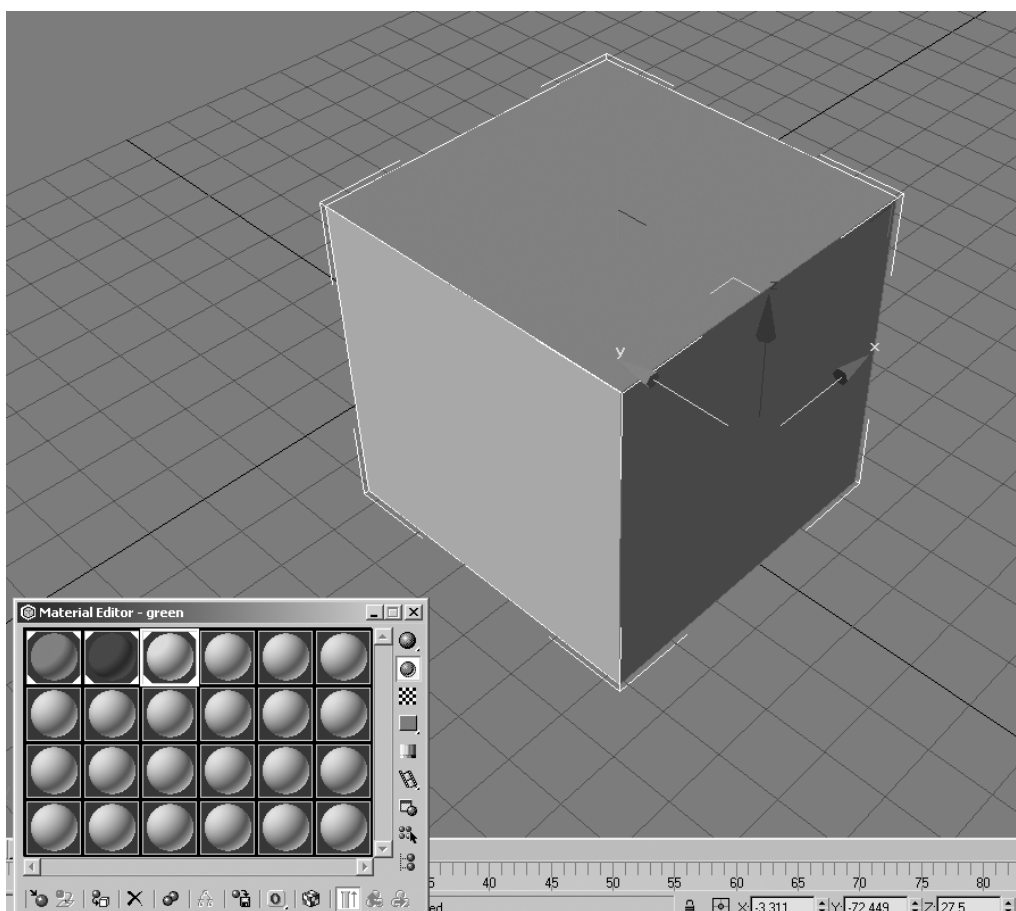

Рисунок 18.14. Назначение материалов для куба путем выделения его граней и перетаскивания на них соответствующих материалов
6. Повторите п. 5, назначив синий материал для правой грани куба (рис. 18.14).